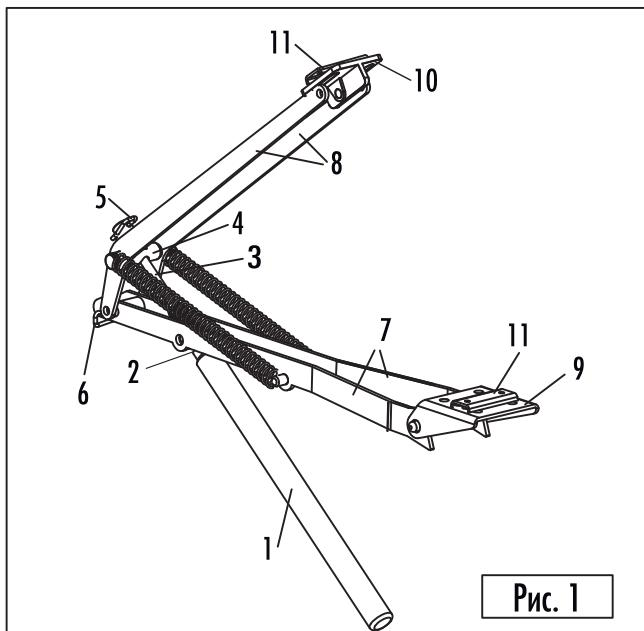

Рис. 1
7. Откройте форточку таким образом, чтобы вернуть цилиндр (1) в основной цилиндр (2). Вкручивайте цилиндр (1), пока не будет равное расстояние с обеих сторон, затем, отпустите форточку.
Внимание! Убедитесь в правильности соединения штока (3) с муфтой (4) (Рис. 1), иначе, это может вызвать перегрузку всей системы проветривателя и его поломку!